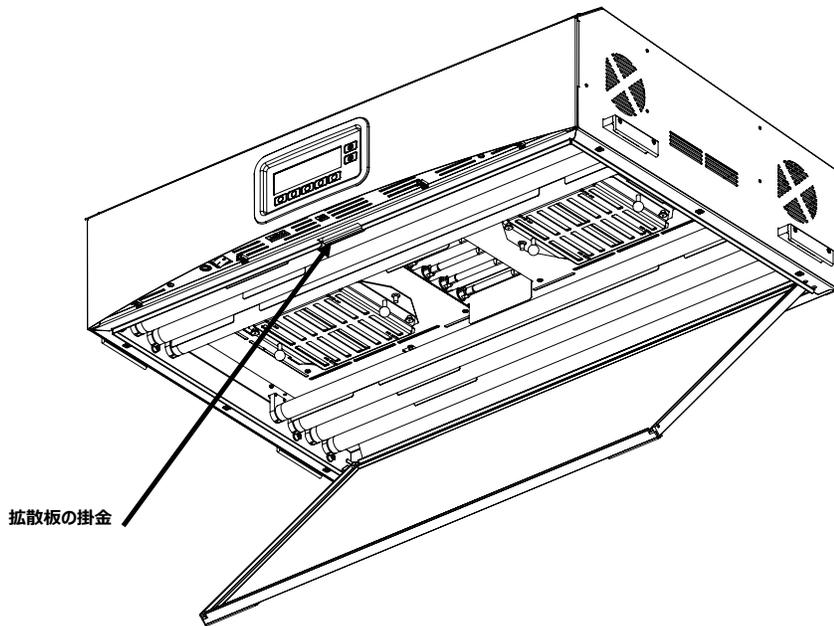

図 10： 拡散板を取り付ける光源装置
7. 拡散板の前方が閉じた状態になるまで持ち上げ、掛金で固定します。（図 10 参照）